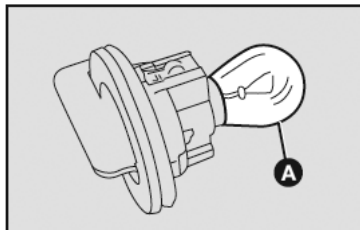

fig. 37
- 3) quitar la lámpara A-fig. 37, empujándola un poco y girándola a la derecha;